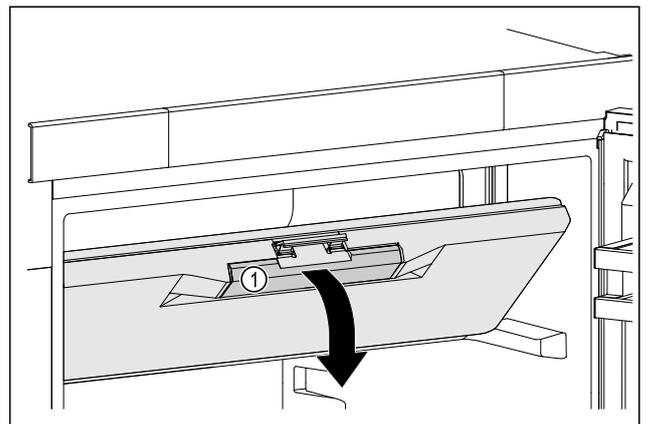

Fig. 43
- ▶ Sujete la puerta del compartimento congelador en la empuñadura empotrada Fig. 43 (1).